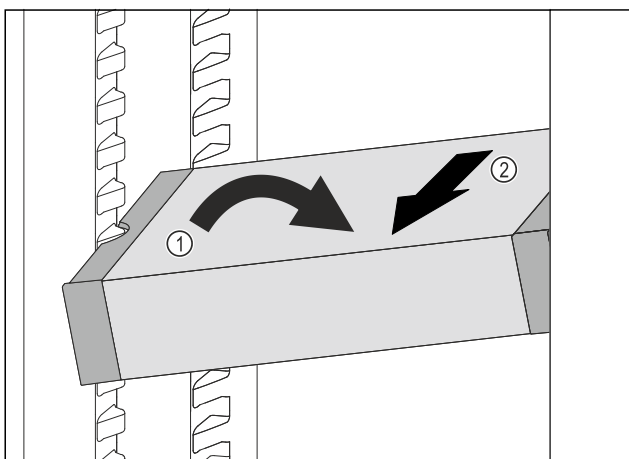

Fig. 106
- Incliner le VarioSafe dans la partie réfrigérateur. Fig. 106 (1)
- Sortir le tiroir VarioSafe par l'avant. Fig. 106 (2)